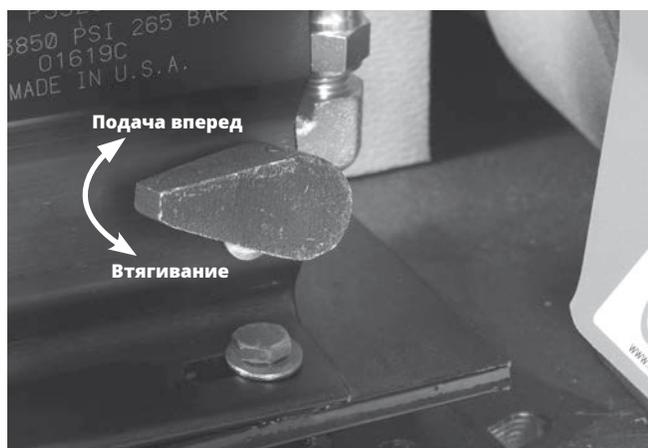

Рис. 9 - Положение рычага разблокировки насоса
- Чтобы втянуть накатывающий ролик, переведите рычаг насоса в положение втягивания. См. Рис. 9.